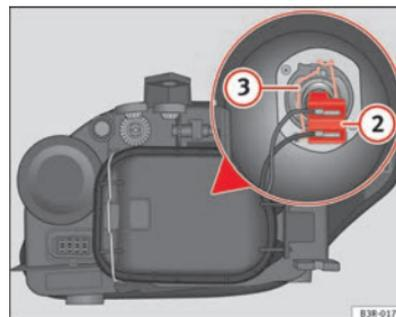

Fig. 195 Luz de cruce
- Extraiga el conector ⇒ fig. 195 ② de la lámpara tirando de él.
- Desenganche el resorte retentor ⇒ fig. 195 ③ presionándolo hacia dentro y a la derecha.